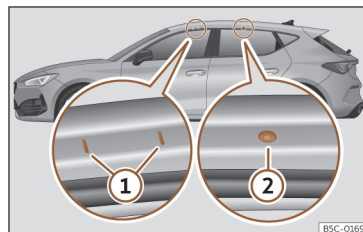

Fig. 201 Pontos de fixação das barras longitudinais para a bagageira do tejadilho (Leon).
Válido para Leon: Os pontos de fixação dianteiros e traseiros (1) e (2) só se podem ver com as portas abertas >>> Fig. 201.